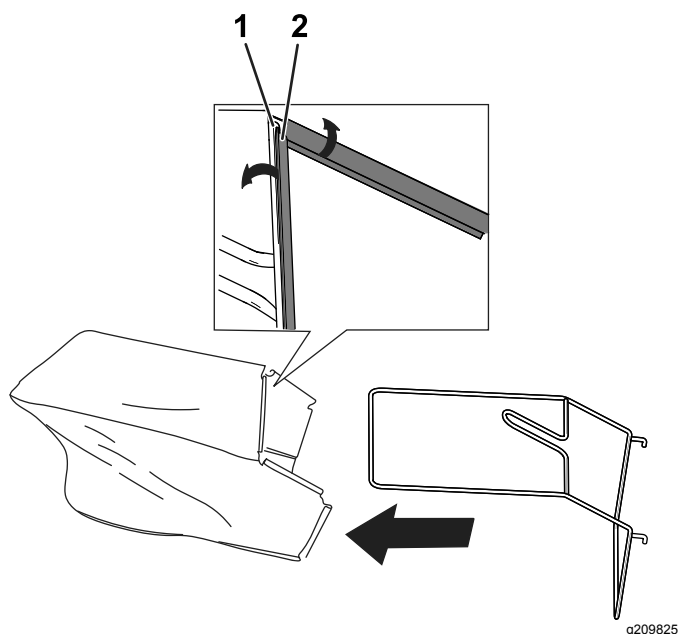

Figure 8
1. Glissez l'armature du bac à herbe dans le bac (Figure 8).
2. Enclenchez les 6 clips de fixation du bac à herbe sur l'armature (Figure 8).